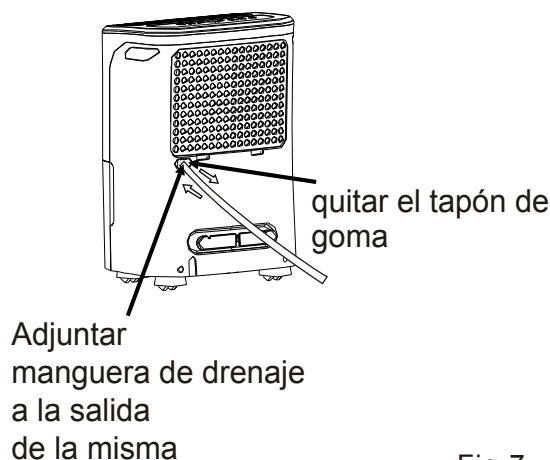

Fig.7
- Retire el tapón de goma del drenaje posterior salida de la manguera Coloque una manguera de drenaje (ID = 13.5mm) y conducirlo al drenaje del piso o un adecuado instalación de drenaje (ver Fig.7).